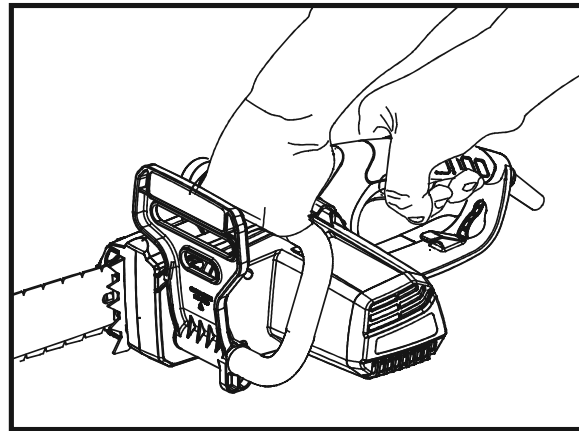

Fig. 15
1. Asegúrese de que el freno de cadena está desactivado. Desactive el freno de cadena tirando de la protección delantera (palanca del freno de cadena) (4) hacia atrás, hacia la empuñadura delantera (3).
2. Coloque el producto en una superficie plana adecuada, asegúrese de que la cadena (12) no toca la superficie ni otros objetos.
3. Sostenga el producto con la mano izquierda en la empuñadura delantera (3) y la mano derecha en la empuñadura trasera (1) (Fig. 15).